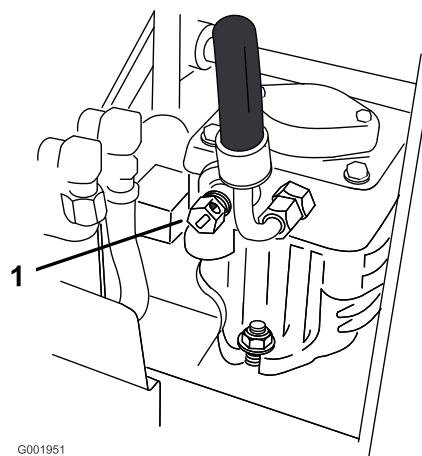

Figura 10
2. Aprite la valvola di bypass su entrambe le pompe girandole in senso orario di 1 o 2 giri. Il fluido idraulico bypassa così le pompe, consentendo alle ruote di girare (Figura 10).